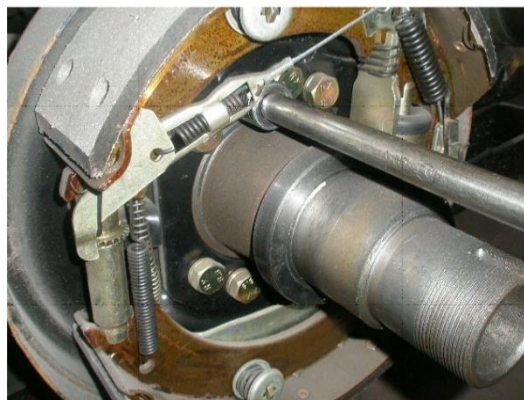

Рис. 6-12
(6) Снимите E-образное стопорное кольцо, которым тормозной тросик крепится к нижней пластине, затем отверните крепежные болты на нижней пластине и отсоедините нижнюю пластину от оси. (Рис. 6-12)